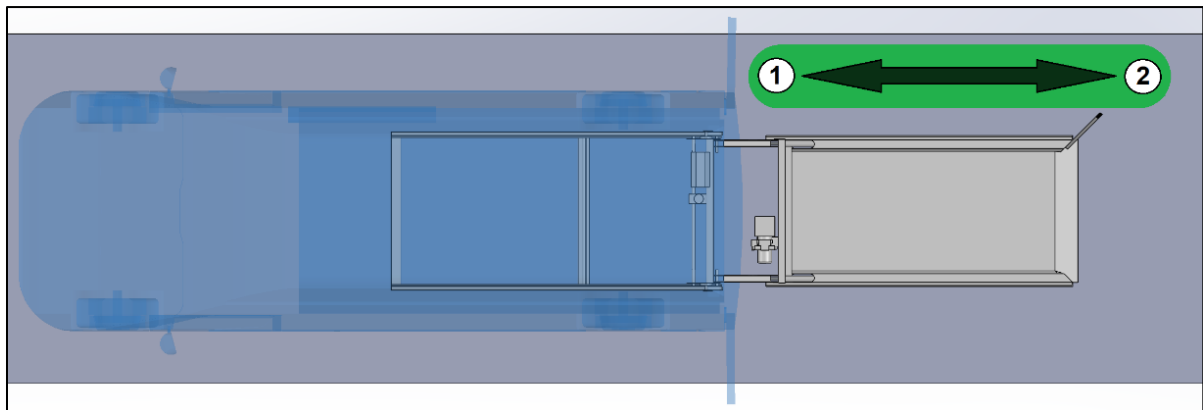

Abbildung 5: Der Bediener muss im Automatikbetrieb der Hubladeplattform folgen; Ausfahren: von Position 1 zu Position 2; Einfahren: von Position 2 zu Position 1
- Im Betrieb besteht an mehreren Stellen Quetschgefahr, da sich bewegende Teile feststehenden Teilen annähern – Halten sie einen entsprechenden Sicherheitsabstand zur Hubladeplattform (siehe Abbildung 5).
Die Auf- und Abwärtsbewegung der Hubladeplattform wird im Automatikbetrieb über eine rotatorische Bewegung realisiert. Während des Absenkvorgangs wird die Hubladeplattform zusätzlich um bis zu 700 mm aus dem Nutzfahrzeug geschwenkt (siehe Abb.: 5). Hierbei ist äußerste Vorsicht geboten, da während des Absenkvorgangs erhöhte Quetschgefahr im Fußbereich besteht.